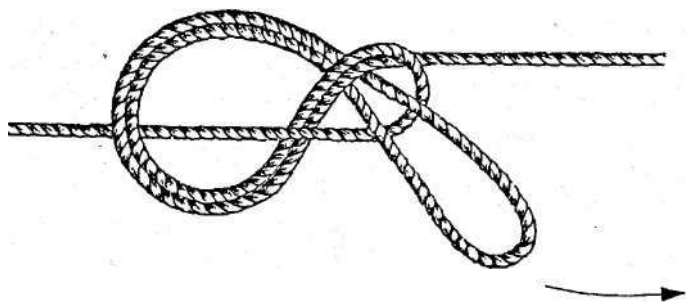

Рис. 92. Односторонняя восьмерка
2. Таким же образом завязанный узел, только на вертикально расположенной веревке **рис. 92**, позволит нам получить **одностороннюю восьмерку**, которая может быть нагружена только в одном направлении и применяется в основном как вспомогательный узел, например для крепления на веревке транспортных мешков или рюкзаков.